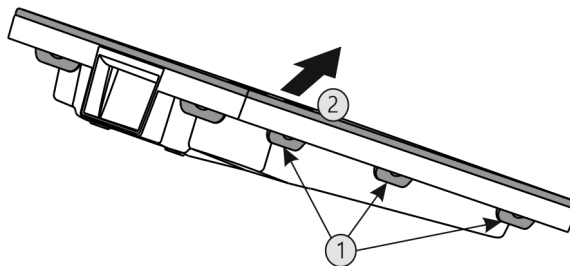

Fig. 58
- ▶ Stlačte za sebou všechny západky Fig. 58 (1) a sejměte kryt Fig. 58 (2).